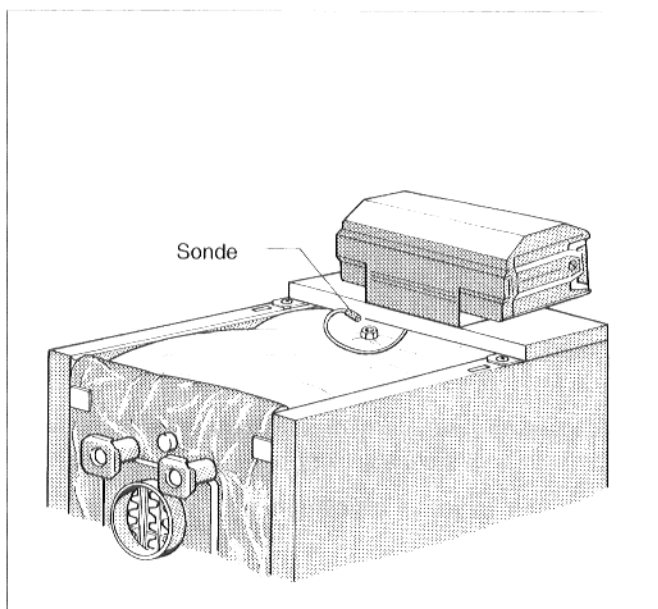

Fig. 12
- Inserire a fondo le sonde nella guaina d'immersione (Fig. 12).